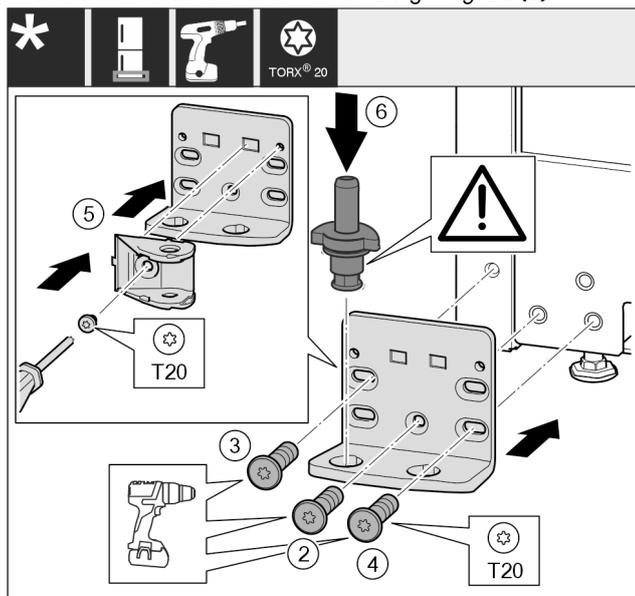

Fig. 27
- ▶ Lagerbock auf der anderen Seite ansetzen und mit Hilfe eines Schraubendrehers T20 anschrauben. Mit Schraube 2 unten in der Mitte beginnen. Fig. 27 (2)
- ▶ Schraube 3 und 4 festschrauben. Fig. 27 (3,4)
- ▶ Schließdämpferverbindung um 180° drehen. Auf der anderen Seite des Lagerbocks mit Schraubendreher T20 anschrauben. Fig. 27 (5)
- ▶ Lagerbolzen komplett einsetzen. Dabei darauf achten, dass der Rastnocken nach hinten zeigt. Fig. 27 (6)